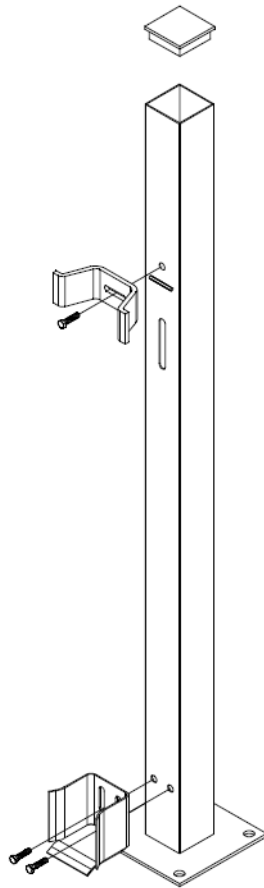

Rys. 2
- Przy wózku pierwszym ustawiamy słupek podtrzymujący bramę w pionie, słupek z kątownikiem i rolką prowadzącą (Rys. 2).